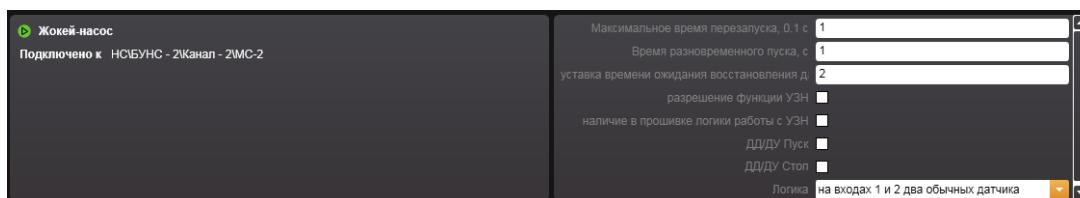

Рисунок 14.3.60 – Свойства адресного устройства Жокей-насос
21) При выделенной в рабочей области строке адресного устройства **Жокей-насос**, подключаемого к устройству НС, поле свойств устройства отображает (Рисунок 14.3.60):